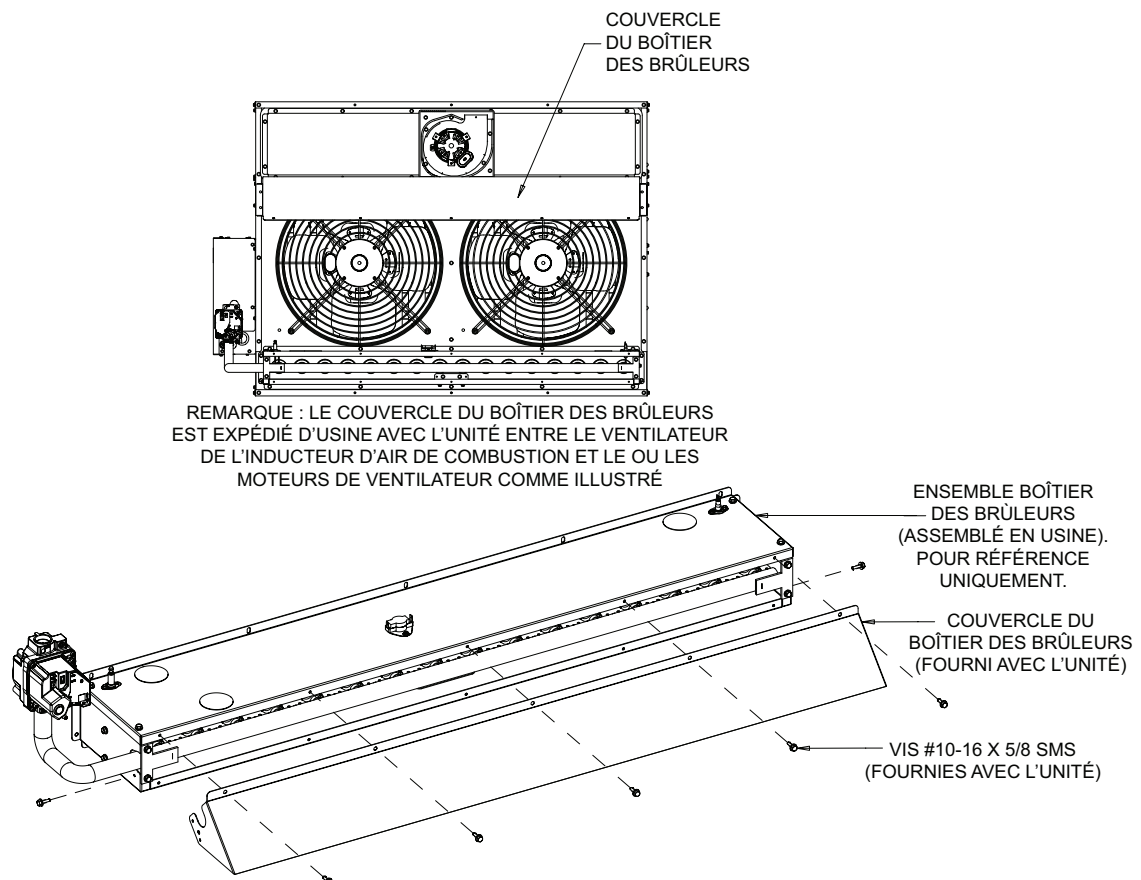

FIGURE 1
- 8 - Installez le couvercle du boîtier des brûleurs. Voir Figure 1.